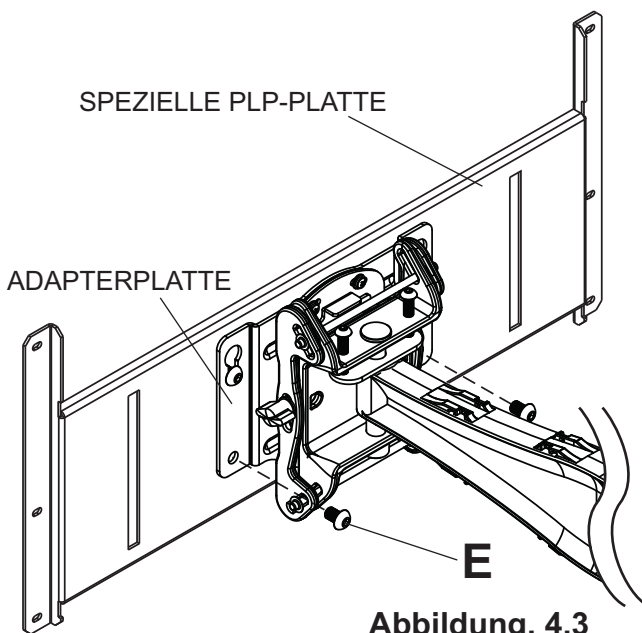

Abbildung. 4.3
- 4-1** Setzen Sie zwei M10 x 15 mm Schrauben (E) in die unteren Löcher der Adapterplatte ein wie in Abbildung 4.3 und 4.4 dargestellt. Ziehen Sie alle Befestigungsteile mit dem 6 mm Inbusschlüssel (H) an.